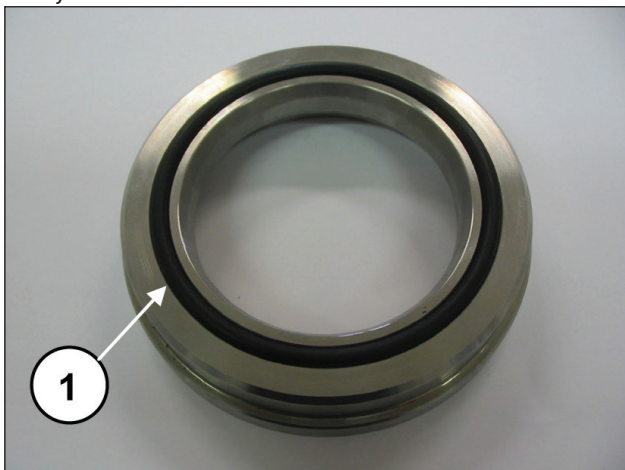

Fig. 173
Ahora, montar en la anilla del cuello de las arandelas de prensaestopas la junta tórica (pos. ①, Fig. 173) y colocarla en el alojamiento de la cabeza.